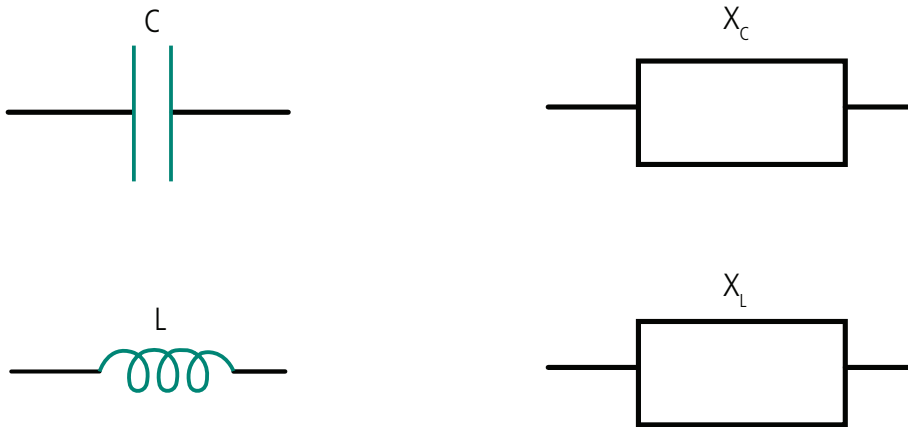

Figura 9.2: Impedância capacitiva e indutiva
Impedância (Z) significa qualquer oposição ao fluxo de corrente e nos circuitos CC corresponde à resistência. A impedância é representada por um quadrado e pode representar uma reatância (Figura 9.2) capacitiva, indutiva ou a união dessas reatâncias com resistências.